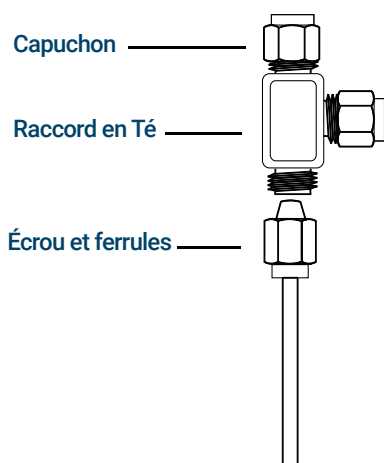

Figure 58. Té Swagelok
- 1 Coupez le tube à l'endroit où vous souhaitez installer le Té. Raccordez le tube et le Té avec un raccord Swagelok. Voir **Figure 58**.